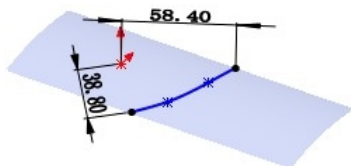

图 5.12.5 3D 草图 1
Step4. 创建图 5.12.5 所示的 3D 草图 1。选择下拉菜单 **插入(I)** $\rightarrow$ **3D 草图** 命令；在曲面-拉伸 1 的表面上绘制图 5.12.5 所示的草图（使用 **曲线上的样条曲线(F)** 命令）；选择下拉菜单 **插入(I)** $\rightarrow$ **退出草图** 命令，退出草图设计环境。